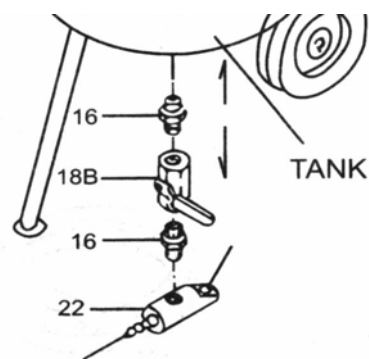
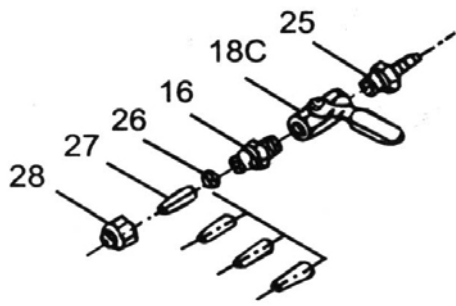

Fig. 4
Fig. 5
6. Se figur 6 for montering av bunnventil (fig. 4) og avstengingsventilen (fig. 5). Plasser de to slangeklemmene (23) rundt slangen (24). Plasser slangens ene ende på utløpsrøret (22) og den andre enden på nippelen (25). Sørg for at slangen sitter ordentlig på niplene. Stram slangeklemmene godt – de skal tåle et trykk på opptil 8 bar.